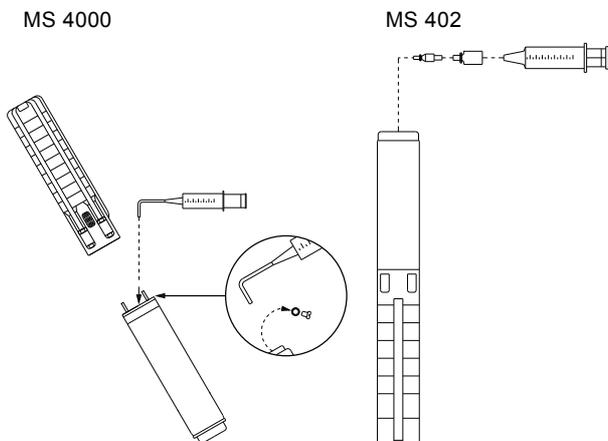

Abb. 2 Position des Motors während des Befüllens, MS 4000 und MS 402
1. Den Unterwassermotor wie in Abb. 2 positionieren. Die Einfüllschraube muss sich am höchsten Punkt des Motors befinden.
3. Flüssigkeit, wie in Abb. 2 gezeigt, mit Hilfe der Füllspritze in den Motor einfüllen, bis die Flüssigkeit aus der Einfüllöffnung wieder austritt.